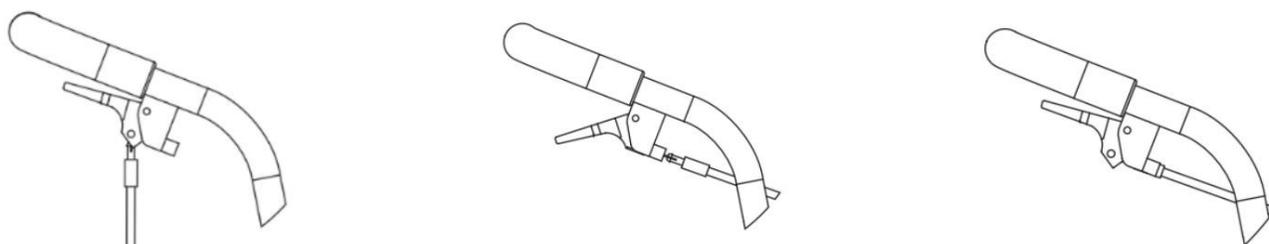

Figure 10.36 : Installation du câble
7. Faites passer le câble à l'avant de l'emplacement de la gâchette (voir Figure 10.36).